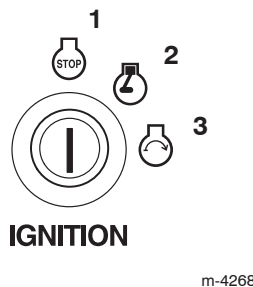

Figure 14
6. Tournez la clé de contact en position de Démarrage pour activer le démarreur. Relâchez-la quand le moteur démarre (Fig. 14).
3. Laissez tourner le moteur pendant 60 secondes (Fig. 14).
4. Tournez la clé de contact en position Contact coupé (Fig. 14).